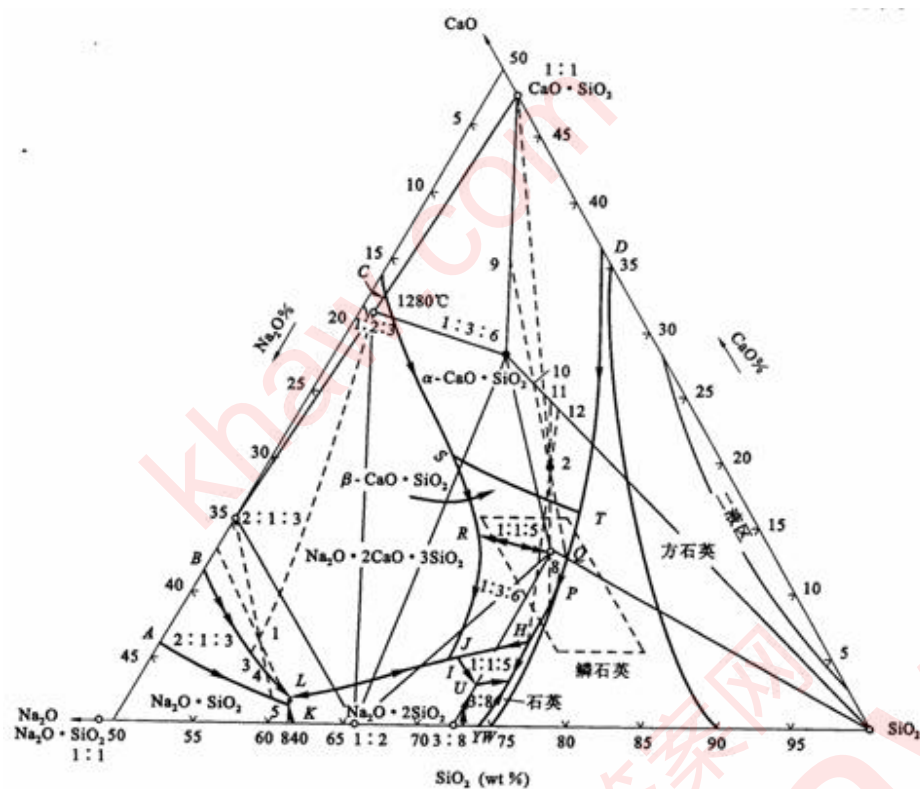

图6-28 $\text{Na}_2\text{O}-\text{CaO}-\text{SiO}_2$ 系统相图
6-44 根据 $Na_2O - CaO - SiO_2$ 系统相图 (图 6-28) 回解：(1) 组成